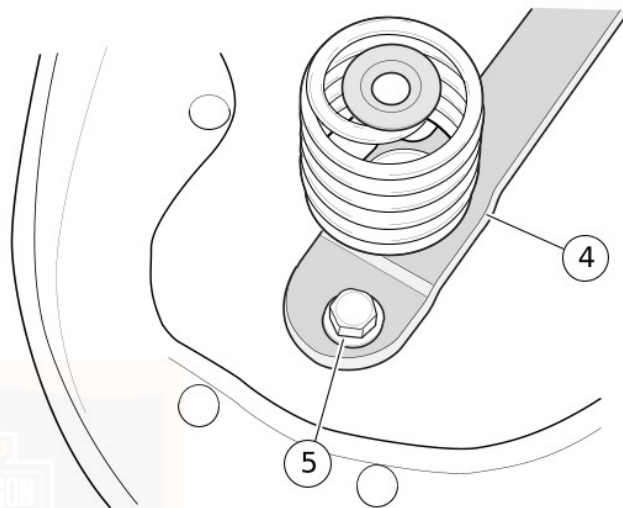

Figura 65. Sella: modelli FLSTSB
1. Vedere Figura 65. Rimuovere la vite (1) dalla cerniera della sella, nella parte anteriore della sella.
2. Sollevare la parte posteriore della sella per disinserire le molle (2) dai perni di montaggio della molla della sella (3). Togliere la sella.
1. Vedere Figura 65. Allineare la cerniera della sella con la staffa di montaggio sul telaio.
2. Dal lato destro della motocicletta, inserire la vite (1) nella cerniera della sella e stringerla ad una coppia di 19–21,7 N·m (14–16 ft-lbs).
3. Allineare le boccole delle molle della sella (2) con i perni di montaggio (3). Spingere la parte posteriore della sella verso il basso per impegnare i perni di montaggio.